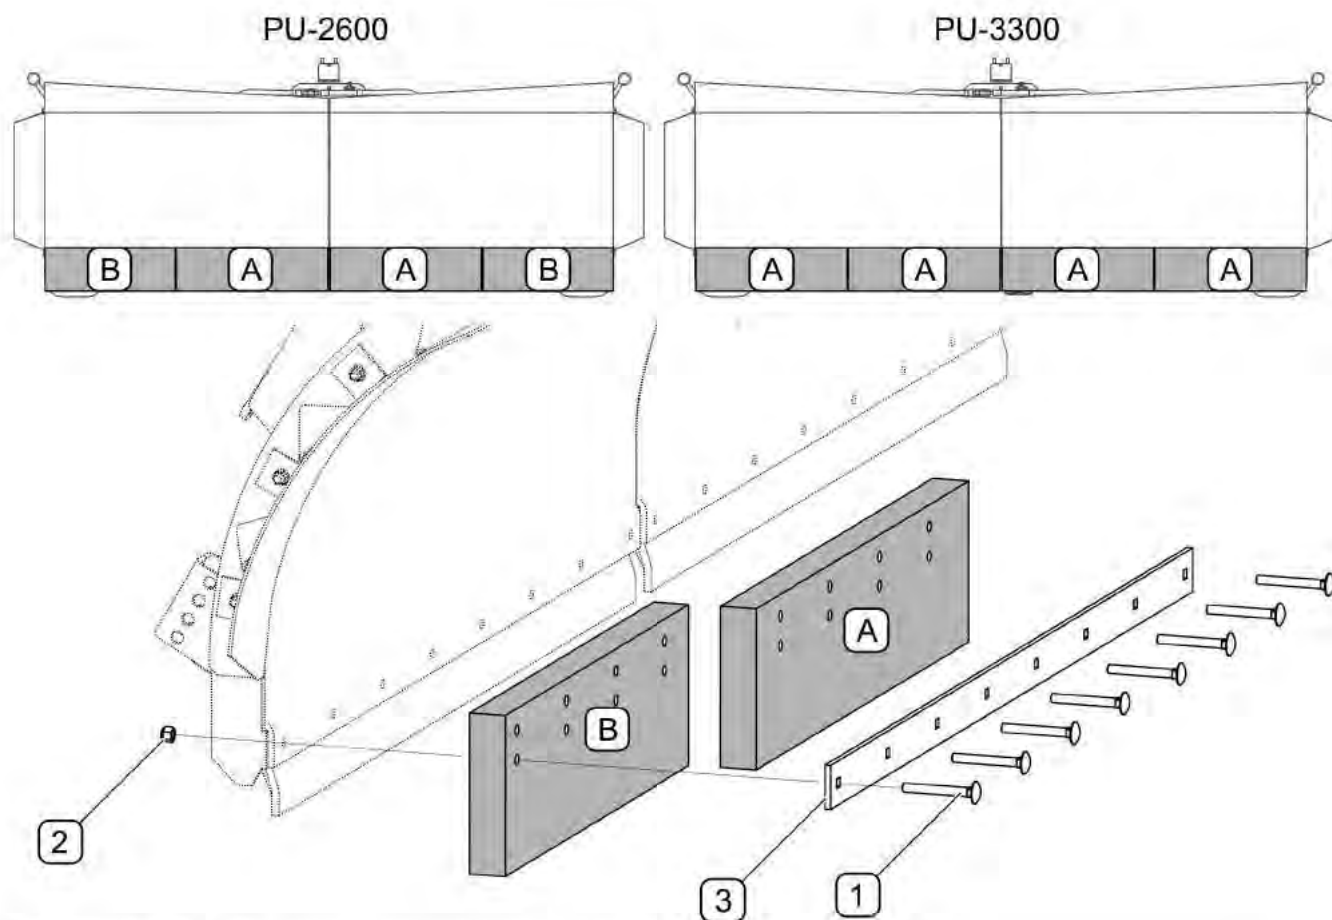

РИСУНОК 5.4 Замена резиновой нижней кромки отвала
Резиновая нижняя кромка отвала (РИСУНОК 5.4) состоит из двух сегментов (А, В). Для того, чтобы демонтировать сегменты кромки, нужно отвинтить гайки (3), вынуть болты (1) и снять прижимную планку (2). В резиновых нижних кромках имеются два ряда монтажных отверстий. Для заводского крепления новых нижних кромок используются отверстия в нижнем ряду, а по мере износа можно закрепить кромки за высший ряд, таким образом кромка опустится на 40 мм. Отработанные и поврежденные нижние кромки нужно заменить новыми.